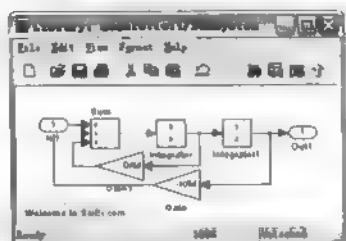

图 7.62 编辑库模块
(2) 右击模型中的 Subsystem 模块，在弹出的对话框中选择 Link Options | Disable link 命令。
(3) 右击模块库中的模块，在弹出的菜单中选择 Look under mask 命令，编辑如图 7.62 所示，添加一行模型说明后保存。